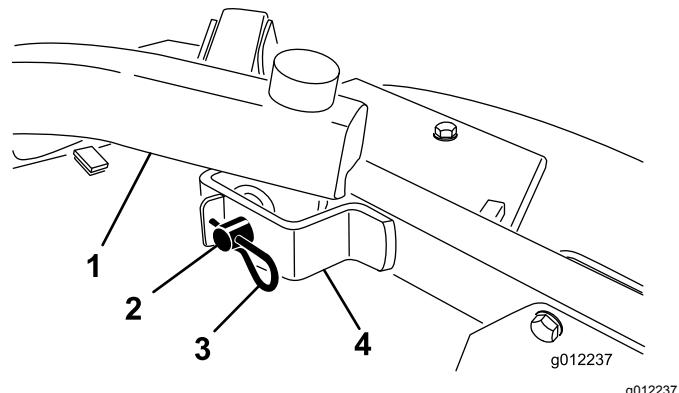

Figura 24
4. Retire os pernos de gancho e os passadores de forquilha que fixam os braços de elevação aos suportes do braço da roda giratória (Figura 24).